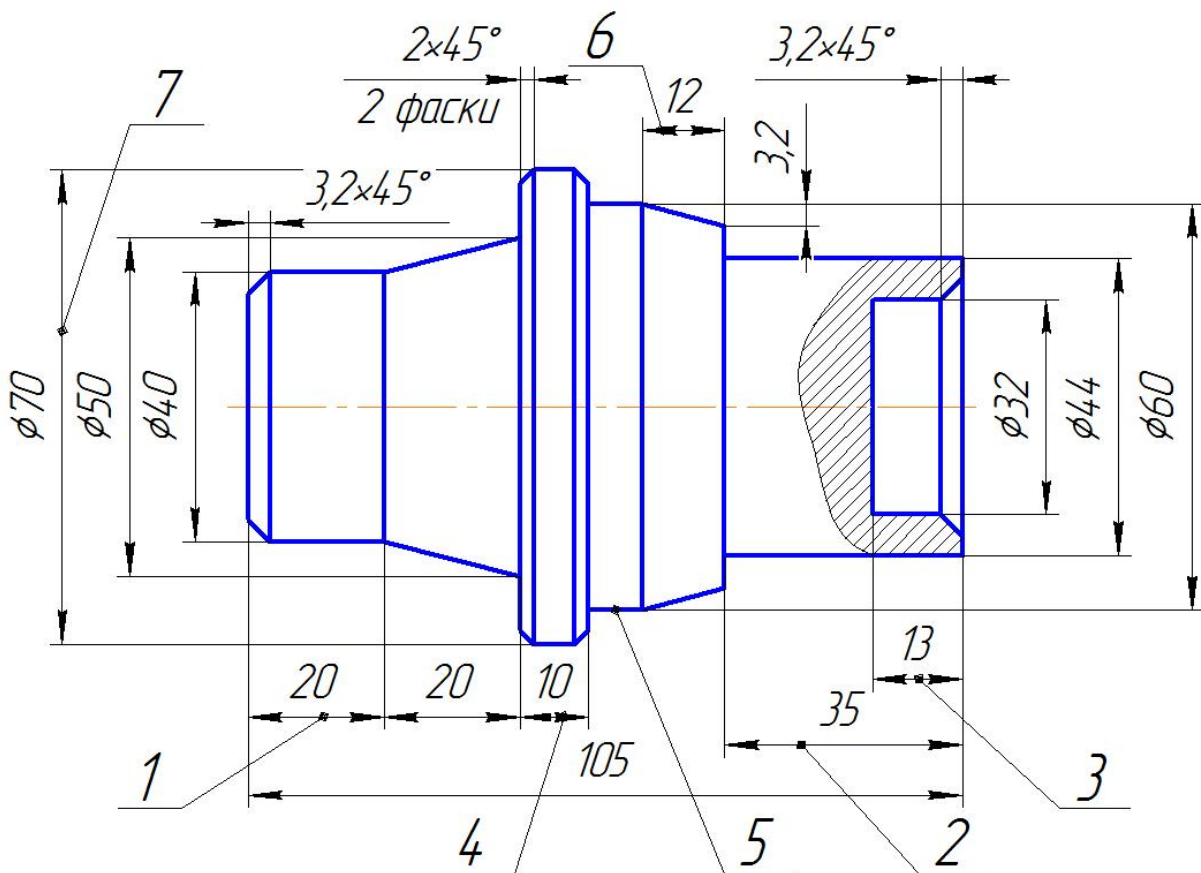

Рисунок 6 – Деталь №6
- 2 Начертить чертёж детали (рисунок 6).